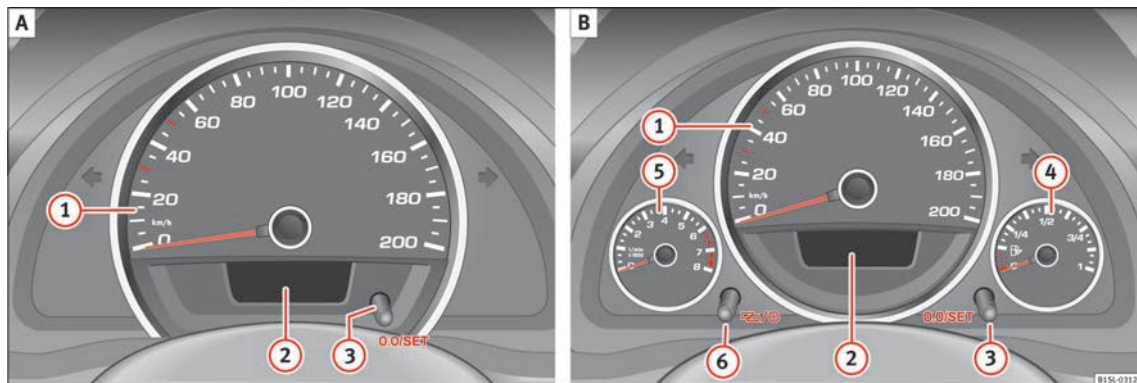

Fig. 95 Cuadro de instrumentos, en el tablero de instrumentos: variante 1 (A) y variante 2 (B).
» fig. 95:
En la pantalla del cuadro de instrumentos » **fig. 95** ❷ se puede mostrar diferente información dependiendo del equipamiento del vehículo:
» fig. 95 ②.